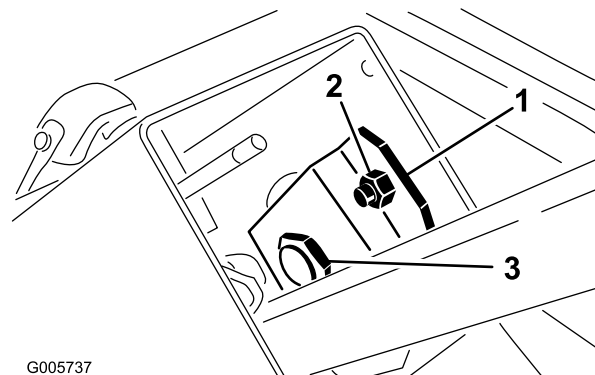

Figure 73
1. Retirez le bouton de la tige du frein de stationnement et les vis autotaraudeuses du couvercle de la colonne de direction. Faites coulisser le couvercle en haut de l'arbre de direction pour exposer le support de pivot (Figure 73).
2. Desserrez le petit écrou et tournez le support de pivot jusqu'à ce qu'il serre le gros écrou situé dessous (Figure 73). Resserrez le petit écrou.